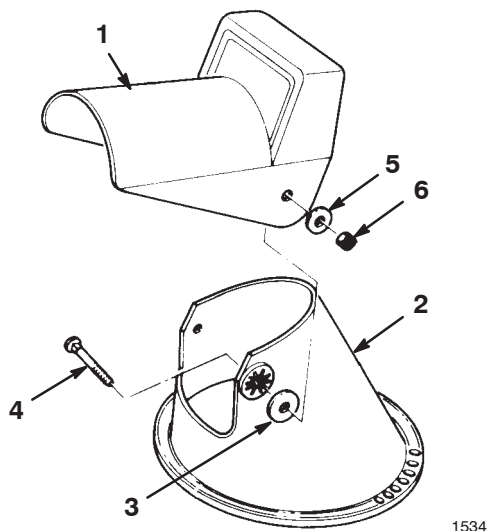

Figure 5
1. Placez le déflecteur sur l'éjecteur en prenant soin de bien aligner les trous de montage (Fig. 5).
2. Insérez une rondelle en caoutchouc entre le déflecteur et l'éjecteur de chaque côté en gardant les trous bien alignés (Fig. 5).
Remarque : Les épaulements droits des boulons doivent se trouver dans l'alignement de la partie droite de l'éjecteur. Placez les rondelles métalliques à l'extérieur du déflecteur, comme illustré à la Figure 5. **Ne serrez pas les boulons excessivement.**